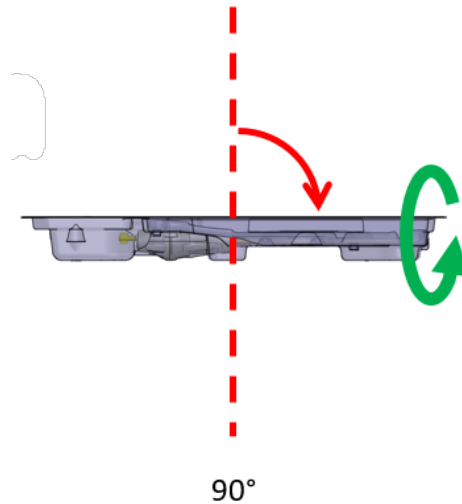

Figure 15 : Emballage de l'UA incliné à 90 degrés
- d. Poursuivre le mouvement d'inclinaison de l'UA à 90 degrés et répéter le cycle de rotation décrit à l'étape précédente (Figure 15).